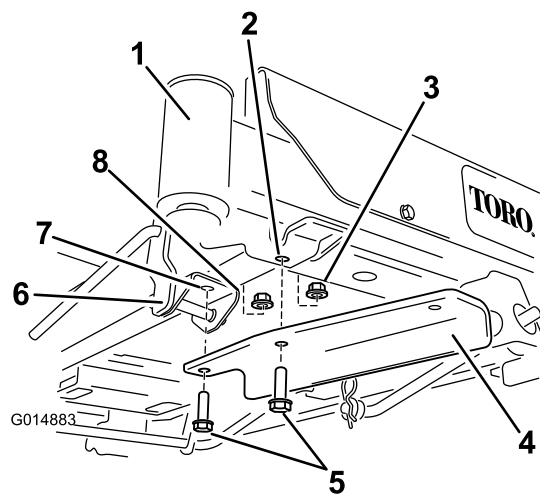

**Figure 6**
- Pour les machines sans pédale d'aide au relevage : Fixez le support au moyen de deux boulons (3/8 x 1-1/4 pouces), deux rondelles et deux contre-écrous (3/8 pouce) (Figure 6). Un contre-écrou provient des pièces détachées et l'autre a été déposé précédemment et est réutilisé.